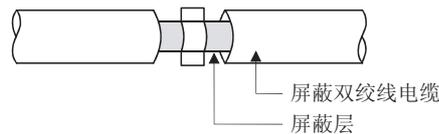

图 9.6 双绞屏蔽电缆接地
- 使用屏蔽双绞线电缆作为连接到 10BASE-T/100BASE-TX 连接器的双绞线电缆。对于屏蔽双绞线电缆，按照下图 9.6 所示，剥掉一部分外壳，将暴露的屏蔽部分以尽可能大的接触面接地。